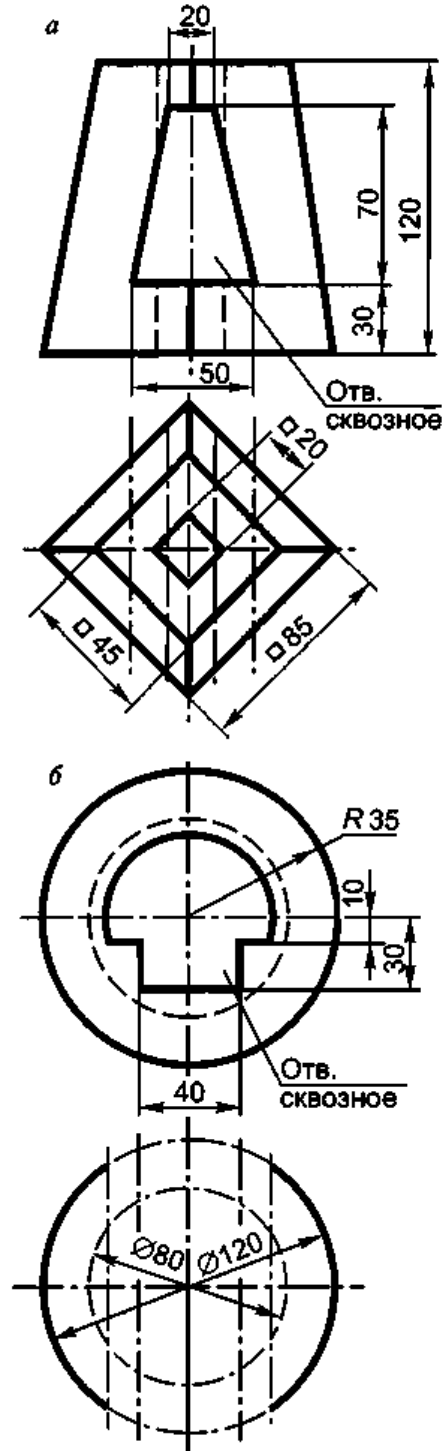

Рис. 2.30
20. Выполнить чертежи четырехугольной пирамиды (а) и пустотелой сферы (б) с окнами в трех проекциях с тремя разрезами каждой (рис. 2.30).